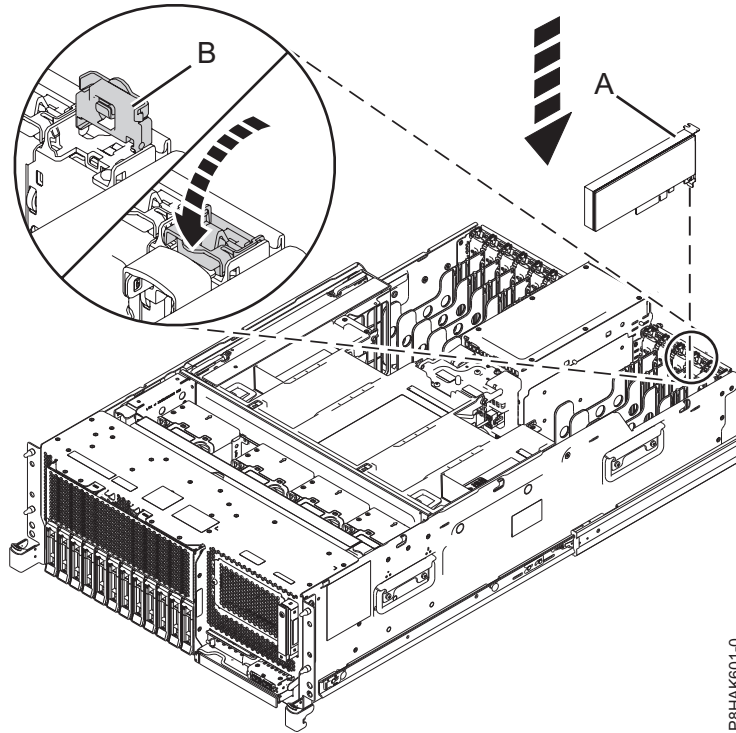
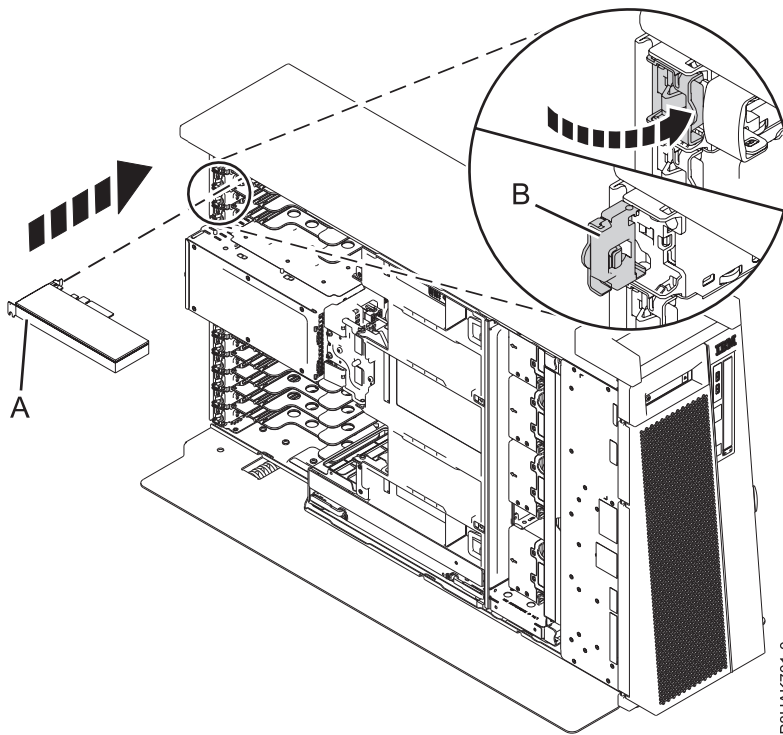

Figure 15. Installation ou remplacement d'une carte PCIe sur un système monté en armoire
Figure 16. Installation ou remise en place d'une carte PCIe dans un système 8286-41A autonome
6. Si le loquet de la carte (**B**) sur l'emplacement cible n'est pas déjà en position ouverte, mettez-le en position ouverte en le tirant vers l'extérieur de sa patte située à l'arrière du système, comme illustré dans la figure 15, à la page 17 et figure 16, à la page 17.
7. Saisissez avec précaution le bord supérieur ou la contre-poupée de la carte et alignez la carte avec l'emplacement et son connecteur sur le fond de panier du système (**A**), comme illustré dans la figure 15, à la page 17 et figure 16, à la page 17.
9. Pour verrouiller la carte dans son emplacement, tournez son loquet (**B**) dans la direction illustrée dans la figure 15, à la page 17 et figure 16, à la page 17.